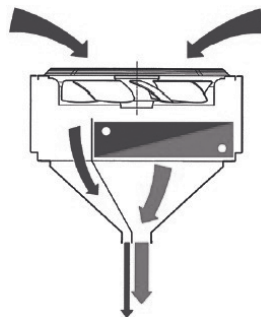

Рисунок 2.
5.2 Воздух всасывается вентилятором с серповидными лопастями и подается через теплообменник, или минуя его, в воздушнонаправляющее сопло (3) в виде направленной струи (см. рис.2).